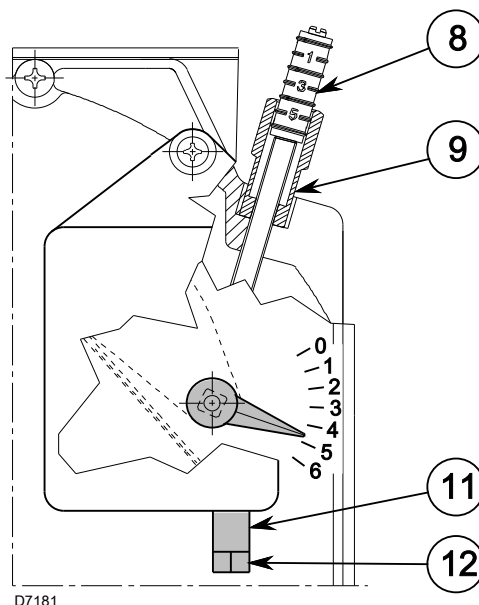

图 15
必须操作螺丝 12) (图 15) 来进行首次启动, 以便使第一级的风门位置指示高于槽口 1 (槽口 1 的出厂校准)。
- 拧螺母 9) 后并操纵螺钉 8) (图 15) 来调节第二级的空气流量 (见表 T 中所示的二氧化碳值)。
- 在拧松螺母 11) (图 15) (顺时针) 后, 操纵螺丝 12) 来调节第一级, 参考下表中的二氧化碳值。
- 在达到最佳调节效果后, 锁紧螺母 11) (图 15) (逆时针)。在燃烧器停止运行时, 风门由于其重力作用, 自动关闭, 直至烟囱内达到最大负压 0.5 毫巴。